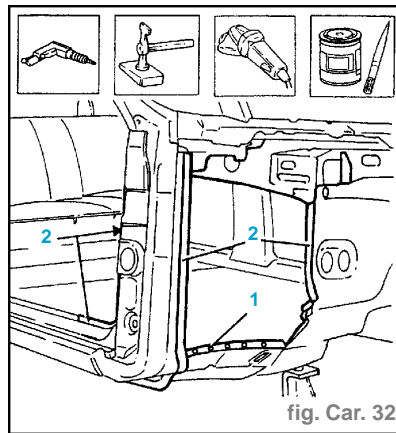

fig. Car. 32
- Utiliser l'éмоussante et enlever les points de soudure (2).
- Enlever les rognures de tôle du côté antérieur (3).
- Exercer des trous equidistants comme indiqué en figure (1) (fig. Car. 32).